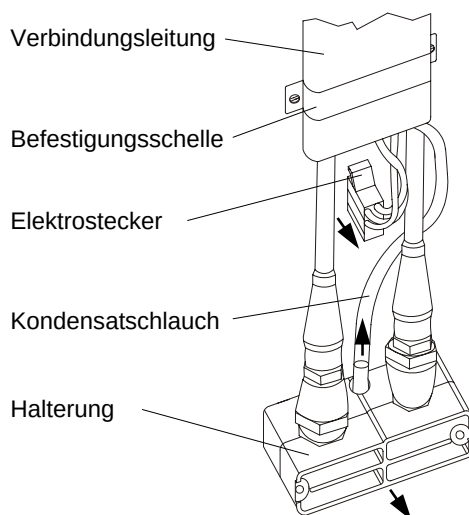

Bild 13
5. Schrauben Sie die Befestigungsschelle der Verbindungsleitung ab (Bild 13).
6. Drücken Sie auf die seitliche Lasche des Elektrosteckers und ziehen Sie den Stecker aus der Buchse. (Bild 13).
7. Entfernen Sie das Oberteil der Halterung durch Herausdrehen der beiden Schrauben (Bild 13).
8. Ziehen Sie den Kondensatablaßschlauch ab (Bild 13).